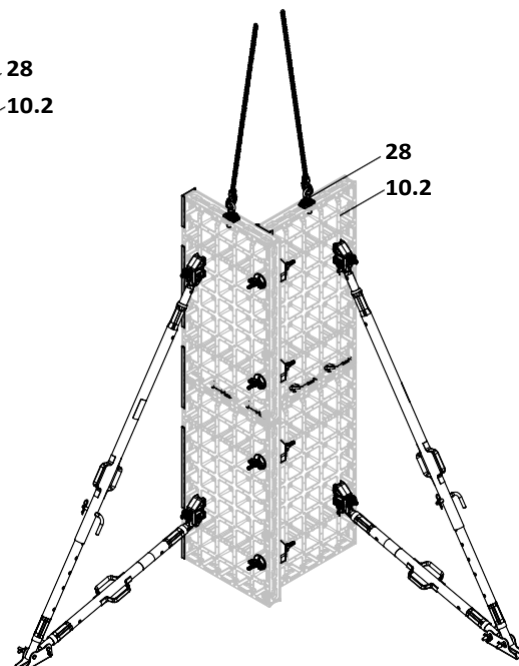

Fig. C1.14
6. Преместете половините с крана. (Fig. C1.14)